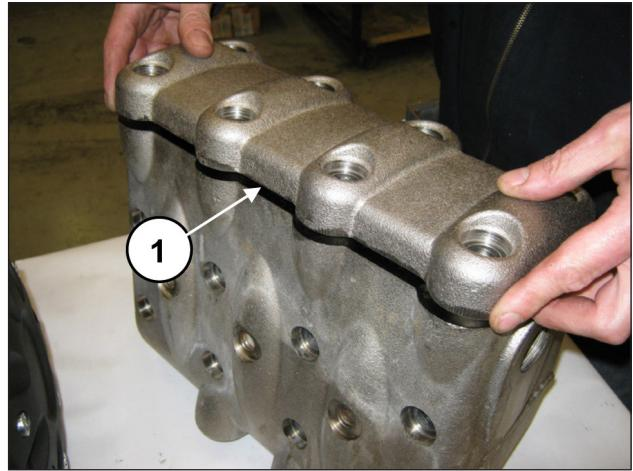
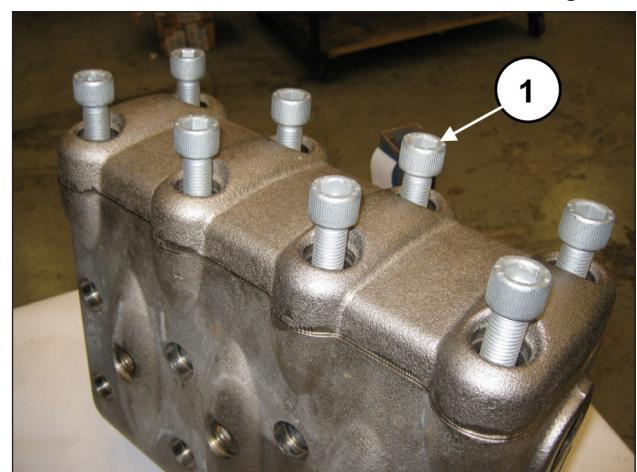

Fig. 126
Fig. 127
Al terminar de montar los grupos y el tapón de la válvula, aplicar la tapa de las válvulas (pos. ①, Fig. 126) y apretar los 8 tornillos M16x55 (pos. ②, Fig. 127).